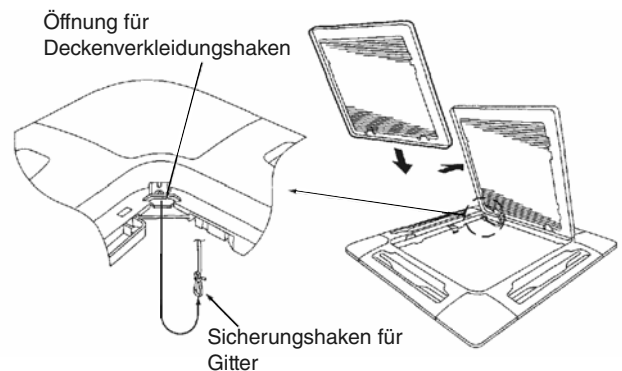

Abb. 9-36
- (1) Sich vergewissern, dass die Sicherheitsleine der Eckenabdeckung am Stift der Deckenverkleidung befestigt ist, wie in der Abbildung gezeigt. (Abb. 9-36)
- (2) Die mitgelieferten Schrauben verwenden, um die Eckenabdeckung an der Deckenverkleidung zu befestigen.